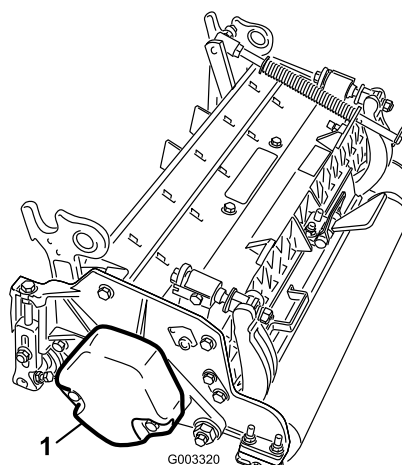

Figure 16
1. Sur les plateaux de coupe N° 2, 4 et 6, enlevez les 2 vis qui fixent le contrepoids à l'extrémité gauche du plateau de coupe. Déposez le contrepoids (Figure 16).